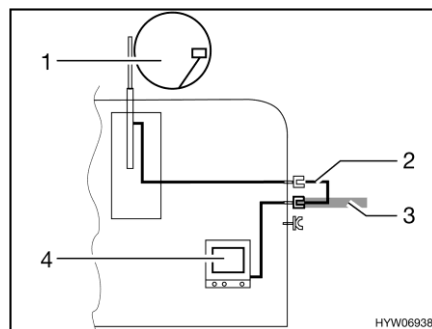

Fig. 205 TV en el vehículo
- TV en el vehículo (Fig. 205,4): Conexión a la antena del techo (Fig. 205,1) con el cable de conexión (Fig. 205,2)
- TV en el vehículo (Fig. 205,4): Conexión a antena externa (Fig. 205,3)